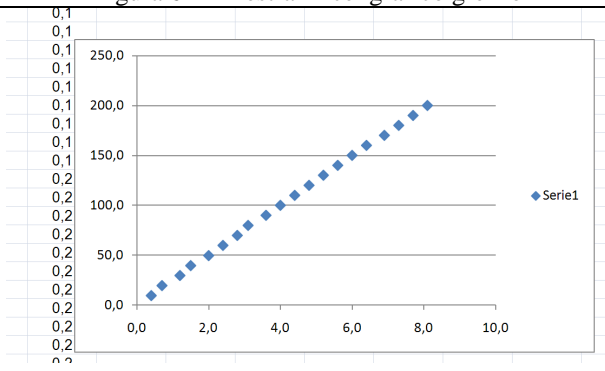

Figura 8 – Finestra Excel grafico grezzo
grafico a dispersione (XY) e quindi su , il grafico diventa come in figura 8.